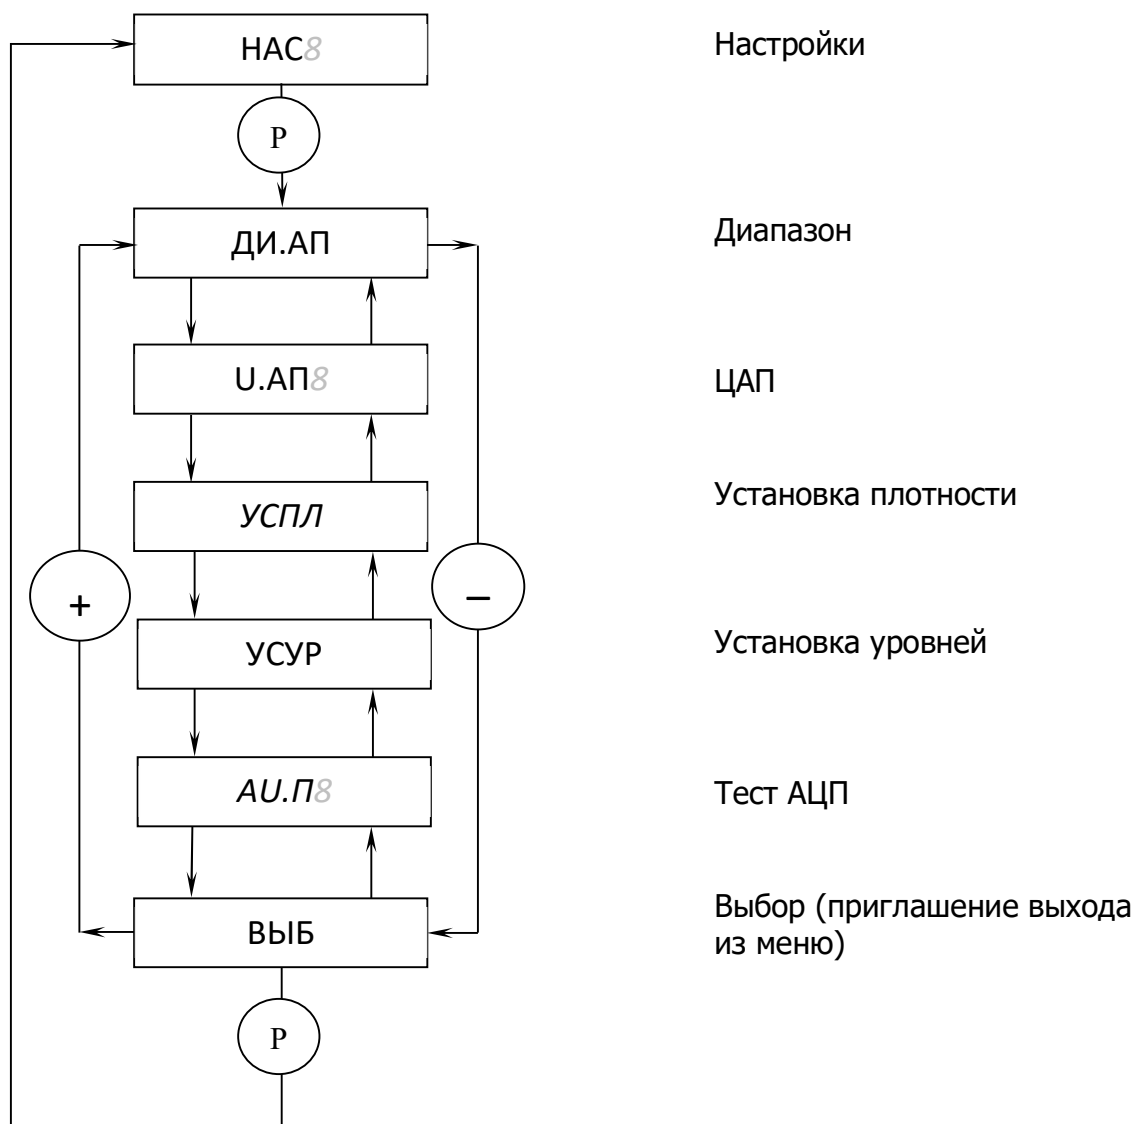

Рис. 23 Меню настройки
- нажать кнопку «Р» для попадания в меню настройки (рис. 23);
- нажать кнопку «Р» для входа в меню настройки (рис. 23);